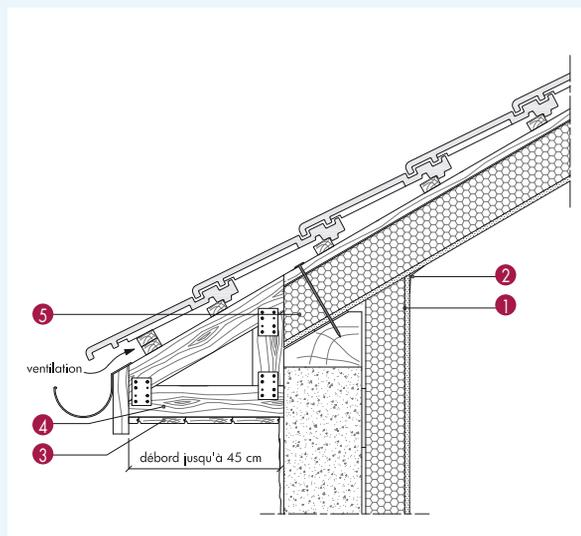

Fig. 15 : Égout en débord avec console
- Débord > 80 cm en projection horizontale, il faut charpenter avec une console (fig.15)